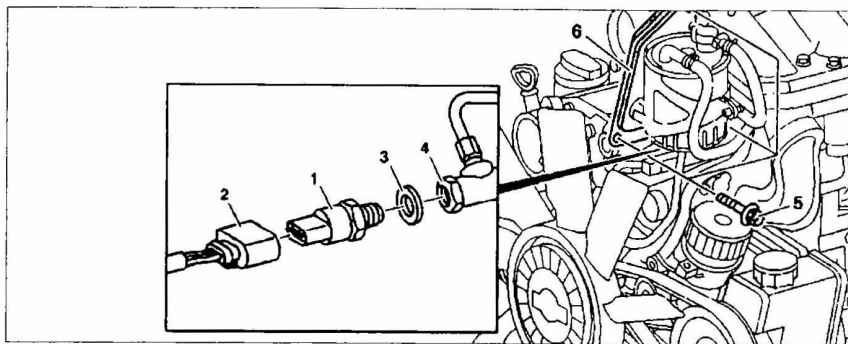

Рис. 32. Снятие и установка датчика давления топлива в аккумуляторе высокого давления:
1. Снимите кронштейн крепления топливного фильтра **6** и закрепите его сбоку с присоединенными топливопроводами (рис. 32).